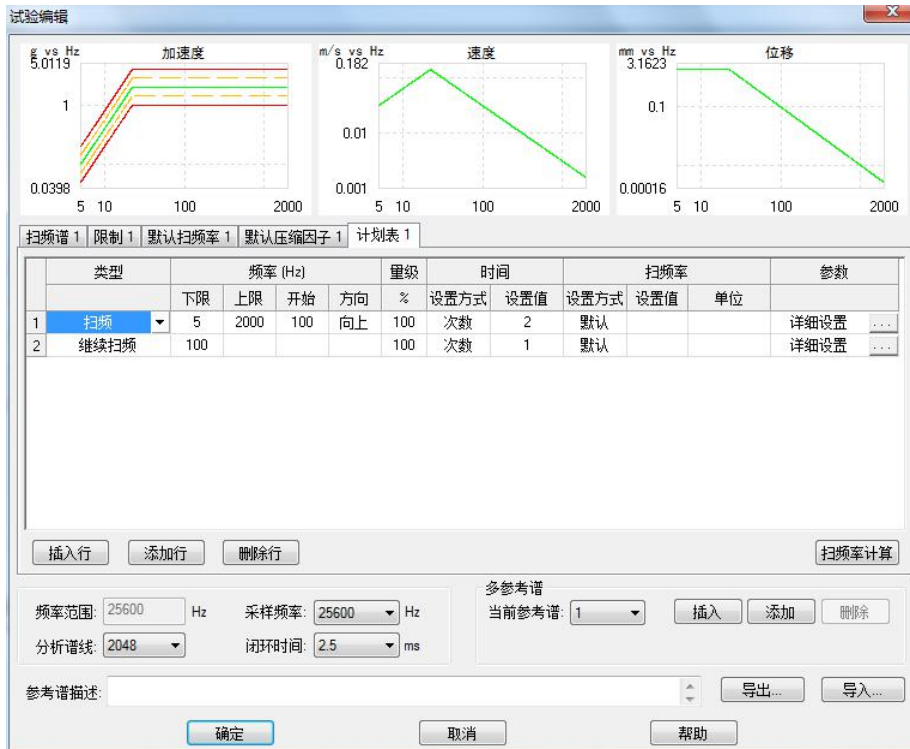

图 11-11
(8) 选择“试验编辑”对话框中的“计划表 1”选项，如图 11-11 所示。设置扫频的频率范围和扫频次数。本例中扫频次数为 2。